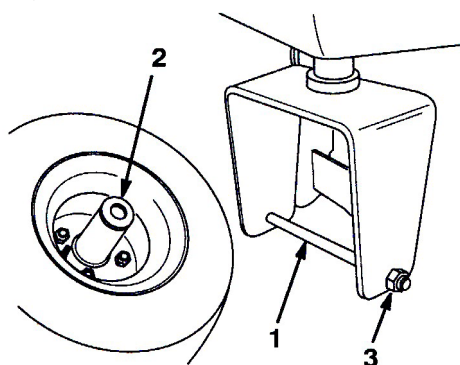

図 4
1. 後キャスト・フォークの車輪取り付け穴についているボルトとロックナットを外す (図4)。
2. キャスタ・フォークに後輪を取り付ける。片方の穴からボルトを差し入れ、スペーサを入れて車輪にボルトを通す (図4)。